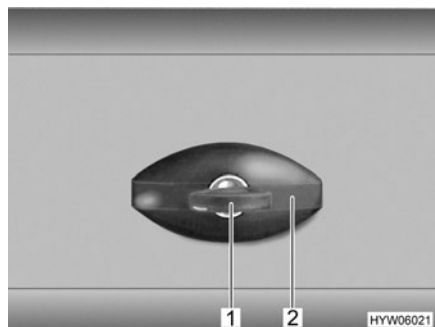

Fig. 30 Cerradura de la trampa, de forma elíptica, cerrada
- Introducir la llave en el cilindro de cierre (Fig. 30,1) y girarla un cuarto de vuelta en sentido contrario a las agujas del reloj. El asidero de la cerradura (Fig. 30,2) se abre de golpe.